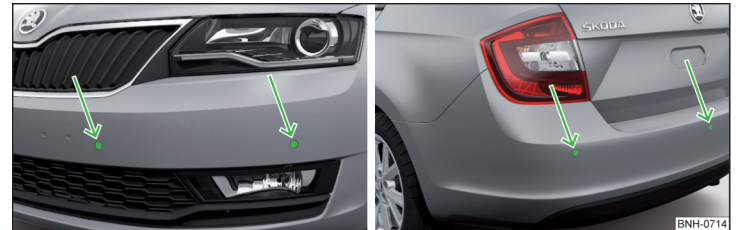

Abb. 196 **Verbauort der Sensoren auf der linken Fahrzeugseite: vorn/hinten**
- Die Systemsensoren » Abb. 196 auf Seite 184 sauber, schnee- sowie eisfrei halten und mit keinerlei Gegenständen abdecken, anderenfalls kann die Systemfunktion eingeschränkt sein.
Das System berechnet mithilfe von Ultraschallwellen den Abstand zwischen dem Stoßfänger und einem Hindernis. Die Ultraschallsensoren befinden sich je nach Fahrzeugausstattung im hinteren bzw. auch im vorderen Stoßfänger » Abb. 196.